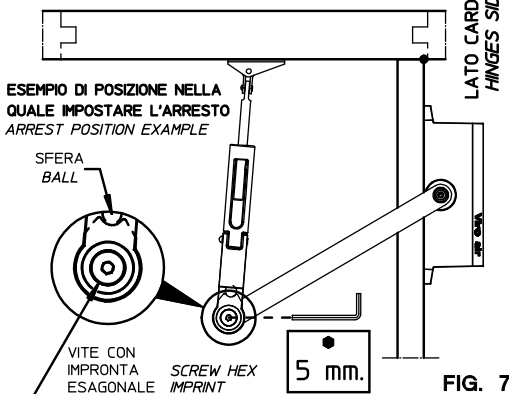

FIG. 7
2. ALLENTARE LA VITE CON IMPRONTA ESAGONALE (VEDI FIG.7).
3. LOOSEN THE HEXAGONAL IMPRINT SCREW (SEE FIG.7).